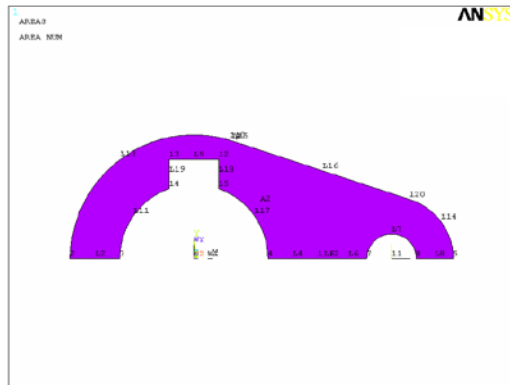

图 3-78 减去孔的结果
②从总体面中“减”去矩形面形成孔。
①从主菜单中选择 Main Menu: Preprocessor > Modeling > Operate > Booleans > Subtract > Areas。
②在图形窗口中选择总体面，作为布尔“减”操作的母体，单击“Apply”按钮。
③拾取刚刚建立的矩形面作为“减”去的对象，单击“OK”按钮，所得结果如图 3-78 所示。